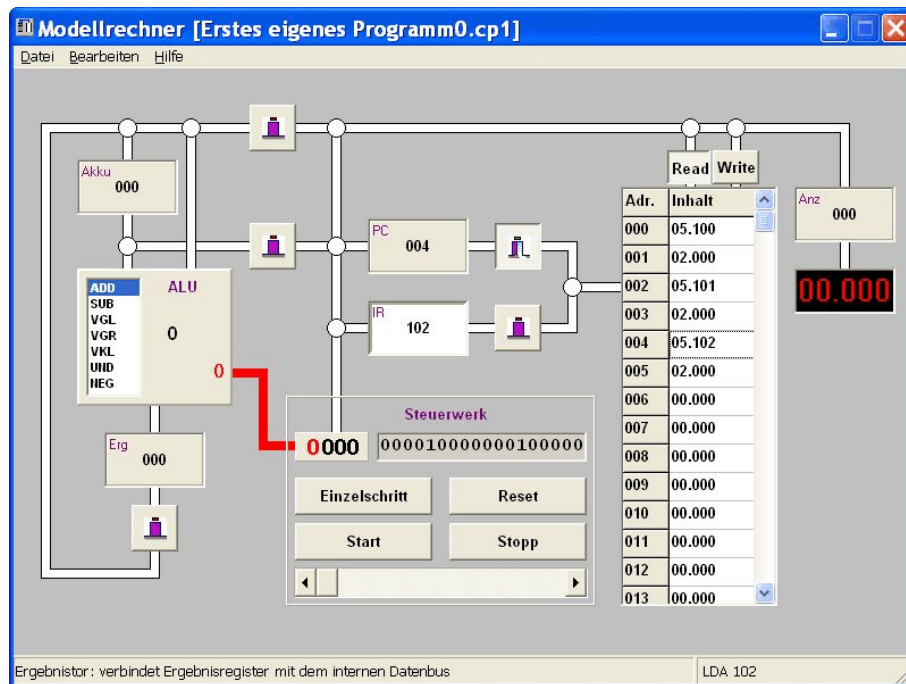

Abb. 5.4
Die Mikroschrittfolgen eines Befehls können mitunter recht komplex sein. Um diese Schrittfolgen zu veranschaulichen, wurde das Programm MikroPC (Abb. 5.4) entwickelt. MikroPC arbeitet ähnlich wie das schon bekannte Simulationsprogramm MiniPC. Es ist zwar nicht ganz so leistungsstark, dafür gestattet es aber einen Blick in die internen Vorgänge des Prozessors. Alle Bauteile aus der Schaltskizze in Abb. 5.1 sind hier wiederzufinden: Von den Registern über die ALU bis zum RAM. Der Datenbus ist bei MikroPC zwar graphisch etwas vereinfacht dargestellt, arbeitet aber genauso wie in der Abb. 5.1 dargestellt.
In Abb. 5.4 wurde über Datei - Öffnen bereits eine obj-Datei (Erstes_Programm0.obj) in das RAM geladen. Auch wurden hintereinander schon das PC-Tor (PT), das RAM-Read (Read) und